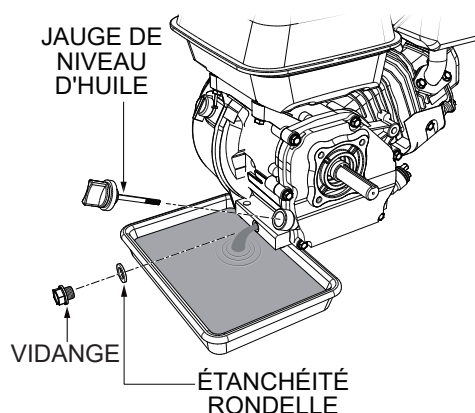

Figure 33. Vidange de l'huile moteur
1. Vider l'huile à moteur lorsqu'elle est chaude, comme indiqué dans la Figure 33.